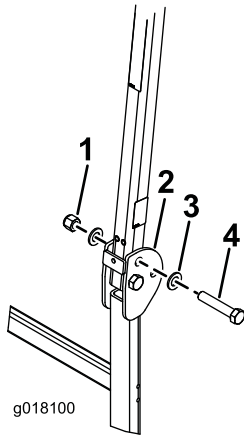

Figura 8
2. Coloque una arandela ($13/16'' \times 1\frac{1}{2}''$) en cada perno ($\frac{3}{4}'' \times 4''$), según se muestra en Figura 8.
3. En los taladros de donde se retiraron los pasadores, instale los pernos y las arandelas (Figura 8).
4. Coloque otra arandela sobre cada perno y sujételas con tuercas ($\frac{3}{4}''$), según se muestra en Figura 8. Apriete las tuercas a 323–396 N·m.
5. Apriete el perno de pivote del ROPS (Figura 8) a 91–113 N·m para evitar que reboten la barra antivuelco y el toldo.